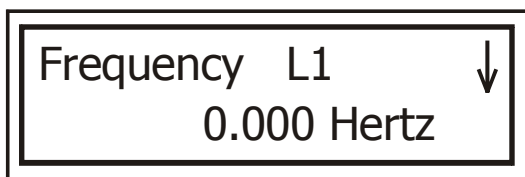

Рис. 34
2. Нажмите кнопку . На дисплее появится экран отображения частоты сети. Используйте кнопку , чтобы посмотреть частоту во всех трех фазах (рис. 34):